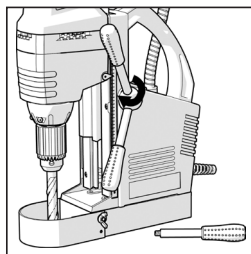

Fig. 1
- Fixez les trois poignées au trou de bossage en veillant à les visser à fond. **(Fig. 1)**